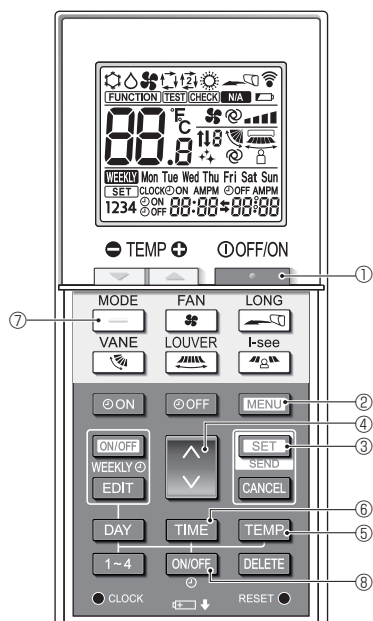

Fig. 5-10
1. Pulse el botón **TEMP** ⑤ para detener el acondicionador de aire.
2. Pulse el botón **MENU** ②.
3. Compruebe que se muestra la función N.º "1", y luego pulse el botón **SET** ③.
- Se mostrará la pantalla de configuración de funciones y parpadeará el n.º de función ④. (Fig. 5-10)
- El N.º de función ④ parpadea. (Fig. 5-10)